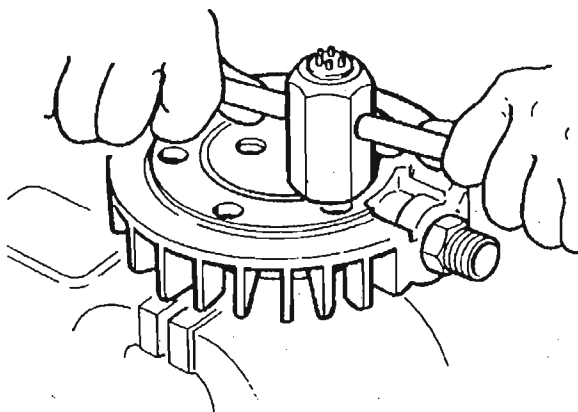

Рис. 38 Удаление впускного клапана
- Отверните впускной клапан с помощью специального инструмента (№ 4555-645, поставляется в комплекте инструментов вместе с компрессором) (Рис. 38).